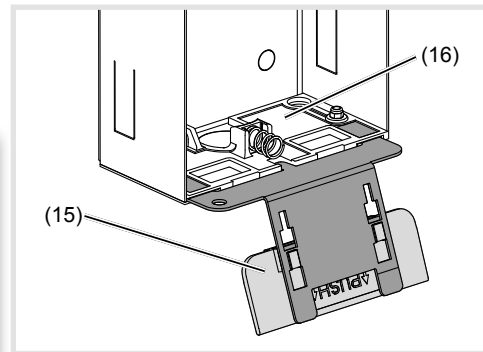

Figura 5: strumento di apertura inserito
(14) Angolo di appoggio degli elementi di fissaggio
- Inserire lo strumento di apertura (15) nell'alloggiamento dell'elemento di fissaggio inferiore (16) della scatola (figura 5).
(15) Strumento di apertura
(16) Elemento di fissaggio
- Fissare gli occhielli della fune di sicurezza (17) sul cardine superiore sinistro della stazione da porta e sull'elemento di fissaggio superiore (18) nella scatola. Collocare la stazione porta sullo strumento di apertura per l'installazione (figura 5).